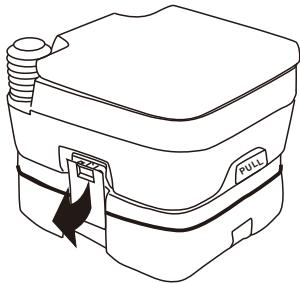

Figure 8
- Assurez-vous que la glissière est complètement enfoncee avant de séparer les déchets réservoir de rétention, puis relâchez les loquets des deux côtés, tenez le réservoir d'eau douce à deux mains et déplacez-le par le haut du réservoir de stockage des déchets. Ne démontez pas la vanne coulissante. (figure 8).